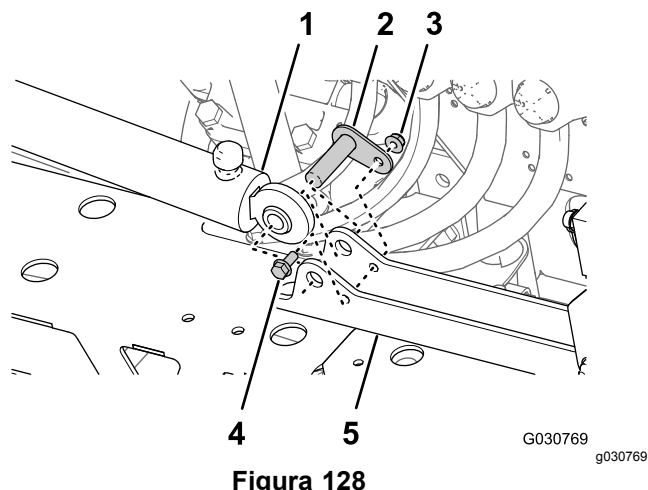

Figura 128
1. Allineate l'estremità fissa del cilindro di sollevamento che avete rimosso al passaggio 4 di Rimozione dei cilindri di sollevamento \(pagina 37\) al foro da 16 mm sul supporto del cilindro (Figura 128).
2. Montate il cilindro sul relativo supporto con il perno orientabile, il bullone a testa flangiata e il dado flangiato (Figura 128).